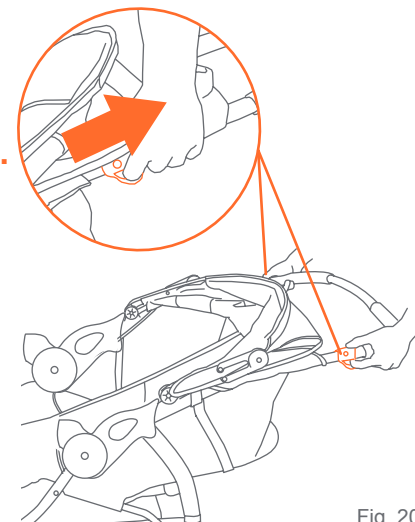
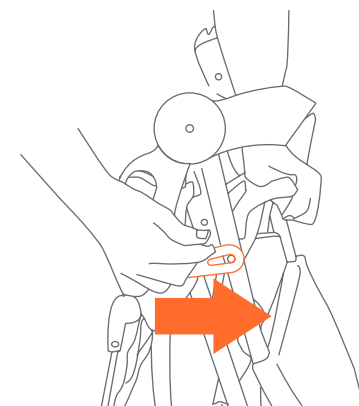

Fig. 20a
Fig. 20b
- El carrito se pliega tirando simultáneamente de cada gatillo (Fig. 20a). Cuando se sueltan los pestillos para plegar el carrito, el manubrio comienza a caer al suelo. Suelte los botones para plegar el carrito y presione hacia abajo el manubrio hasta que el carrito esté completamente plegado. El carrito se asegura en la posición plegada por el bloqueo que está localizado en el lado derecho del carrito sobre el remache que sobresale del armazón (Fig. 20b).